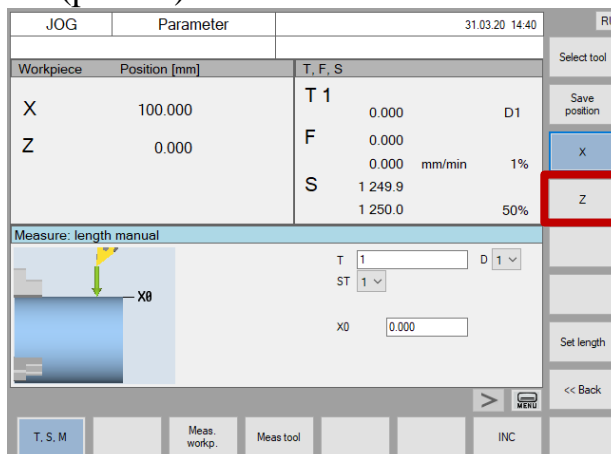

Рис.51. Кнопка «Z»
7. Нажать кнопку «Z» в вертикальном ряду кнопок экрана для привязки инструмента по Z (рис.51)